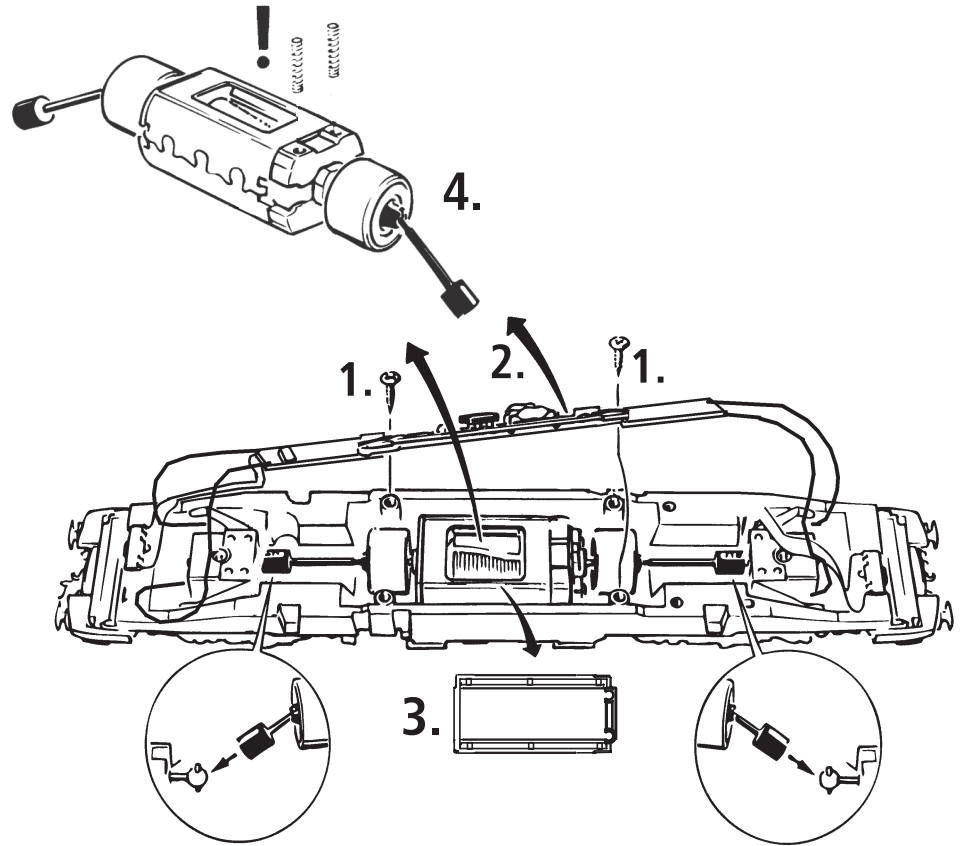

Fig. 9
siehe Fig. 9
A.C. operation: see fig. 9
Version en courant alternatif: voir fig. 9